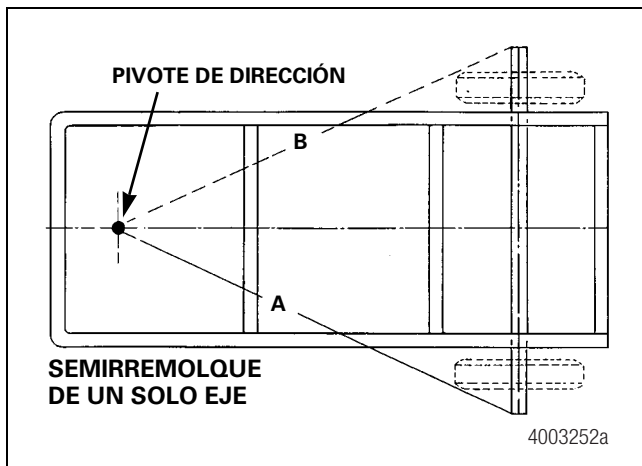

Figura 8.8
4. Ponga una cinta métrica de acero en un gancho. Coloque el gancho en el pivote de dirección y mida la distancia "A" por el lado de la carretera y "B" por el lado del bordillo del semirremolque. Figura 8.8. La diferencia entre estas dimensiones no debe ser superior a ± 0.0625 pulgada (± 1.59 mm). De ser necesario, ajuste el eje para que la diferencia cumpla con las especificaciones.